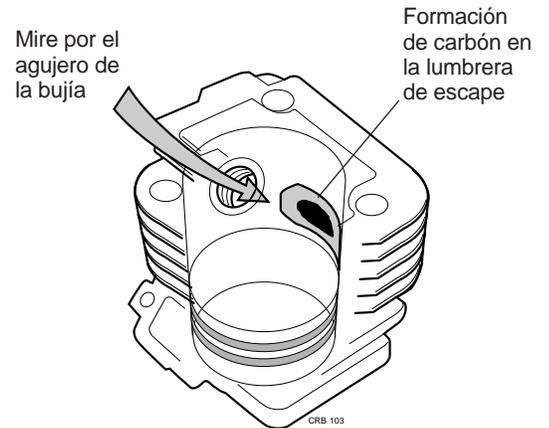

Figura 9.4 Inspección de la lumbrera de escape para ver formación de carbón
Paso 3. Observe a través del agujero de la bujía y revise la lumbrera de escape para ver si se ha depositado carbón (figura 9.4)